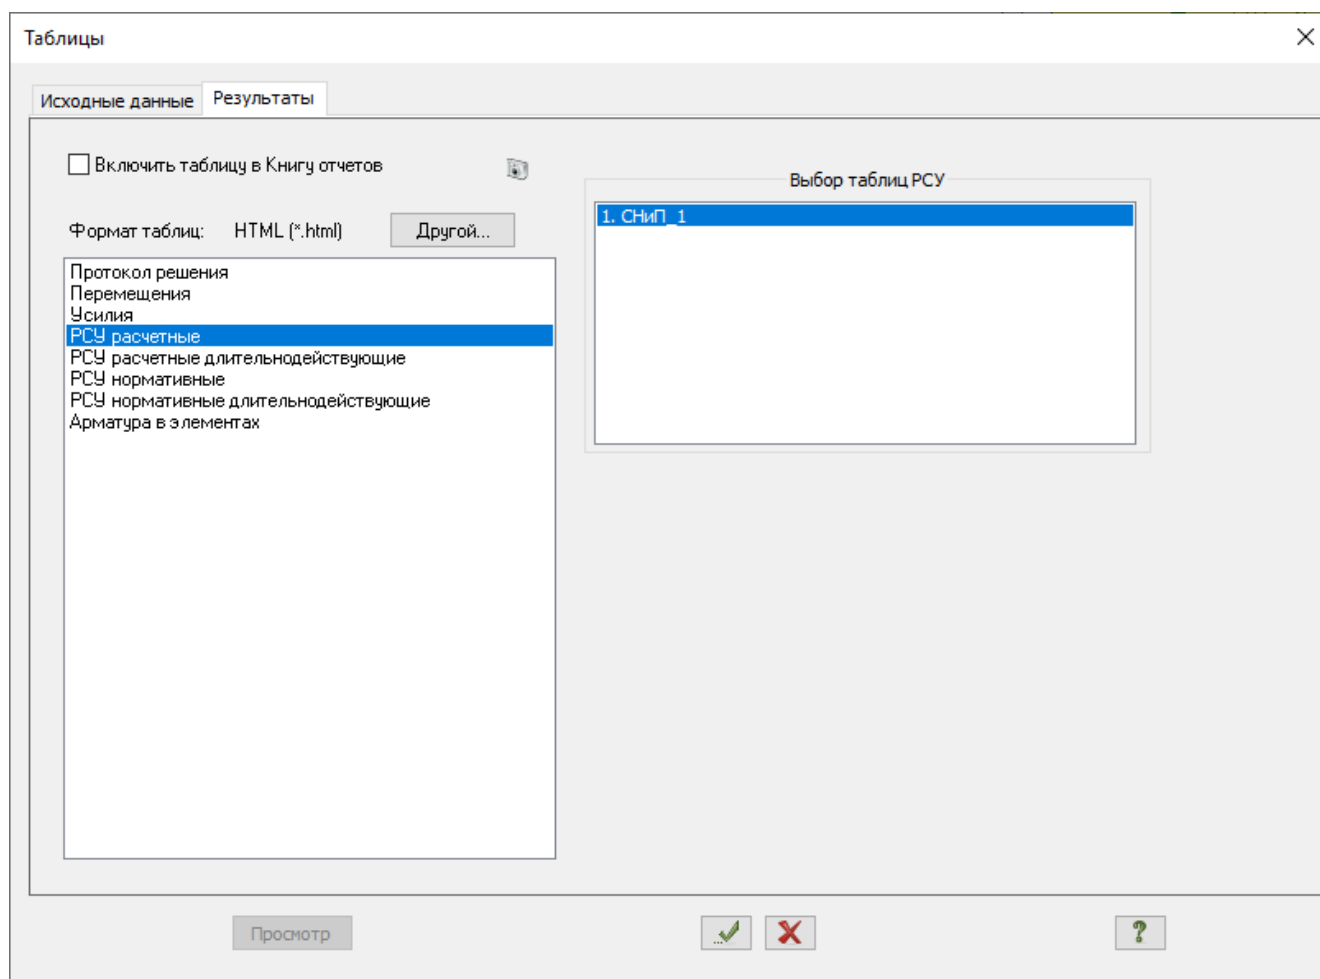

Рис.6.21. Диалоговое окно **Таблицы**
- После этого в диалоговом окне **Таблицы** (рис.6.21) выделите строку **PCU расчетные**.
- Вызовите диалоговое окно **Таблицы** (рис.6.21), выбрав команду  – **Таблицы результатов для ЖБ** в раскрывающемся списке **Документация** (панель **Таблицы** на вкладке **Железобетон**).